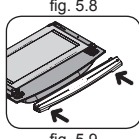

fig. 5.8
4. Após a limpeza, encaixe o vidro interno nos suportes inferiores (fig. 5.8) e posicione-o sobre a porta.